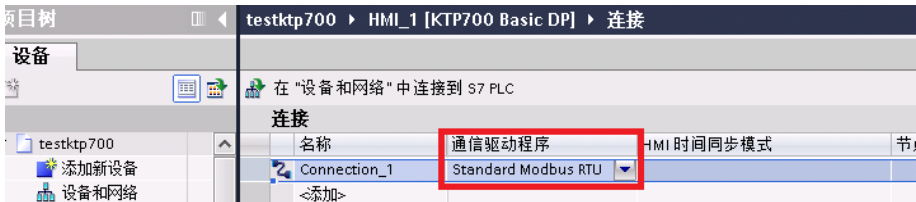

图 3-6 “Standard Modbus RTU” 协议
3. 安装 CSP 补丁以后，KTP700 Basic DP 项目中即可建立通信驱动程序“Standard Modbus RTU”协议。如图 3-6 所示。